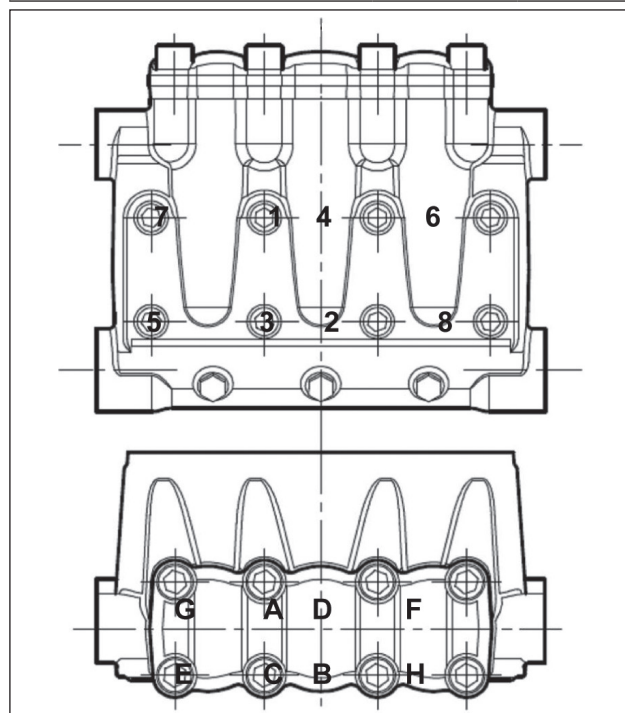

Fig. 34
- ** Los tornillos de fijación de la cabeza pos. dib. desglosado 47 se deben apretar con una llave dinamométrica respetando el orden contenido en el esquema de la (Fig. 34).
- *** Los tornillos de fijación de la tapa de válvulas pos. dib. desglosado 45 deben ser ajustados utilizando una llave dinamométrica respetando el orden indicado en el esquema de la (Fig. 34).